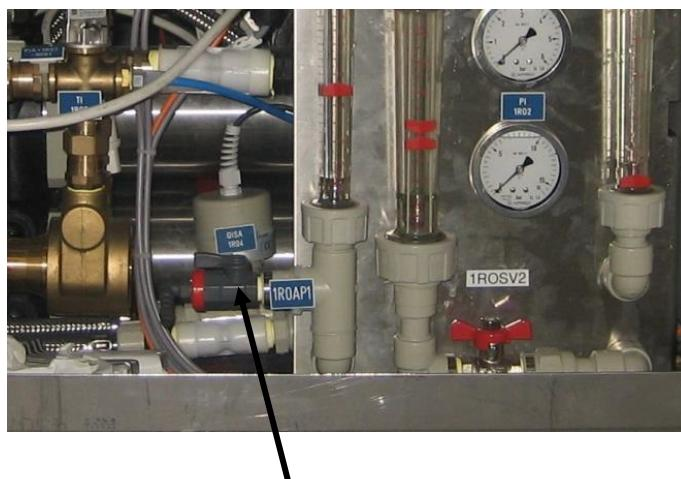

Abb. 3: Probenahmehahn 1ROAP1
- Schließen Sie am Probenahmehahn 1ROAP1 (siehe Abb. 3:) einen Schlauch ( $\frac{1}{4}$ " Außendurchmesser) an und führen diesen der Abwasserentsorgung zu.